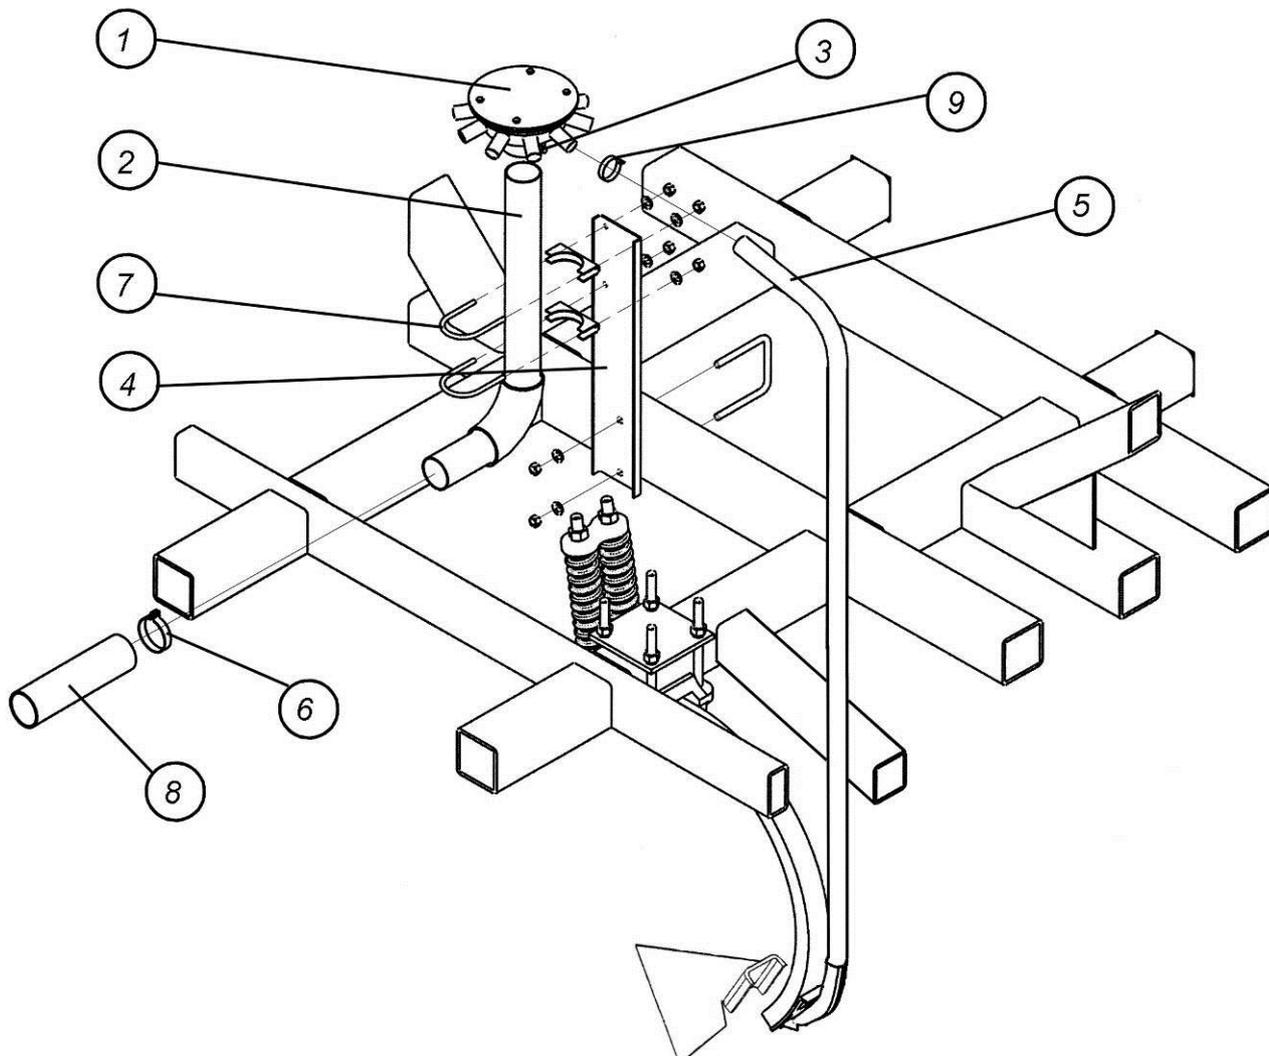

Рис. 4.10.2. Установка деталей вторичного коллектора
4.10.6. Установите распределитель 1 вторичного коллектора на трубу 2 (рис. 4.10.2), затянув болты 3 и контргайки. Повторите операцию для второго коллектора.
4.10.7. Установите стойки 4 (рис. 4.10.2) вторичных коллекторов на втором сзади ряду рамных труб. Каждый коллектор должен находиться по бокам бункера примерно в центре группы из восьми сошников.
4.10.8. Соедините шлангами 8 (Ø64 мм) патрубки распределителя первичного коллектора с входными концами труб вторичных коллекторов; концы шлангов закрепите хомутами 6 (рис.4.10.2).